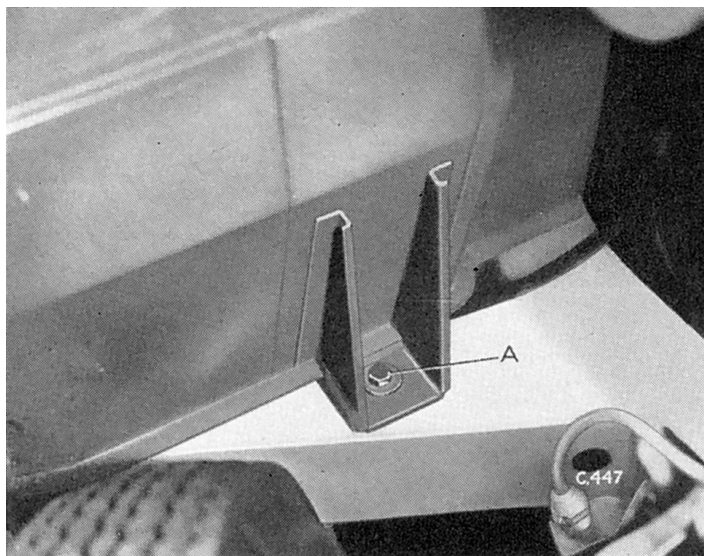

Fig. 3 Point de fixation dans le compartiment moteur
- deux dans le compartiment moteur, près du tablier avant (Fig. 3);